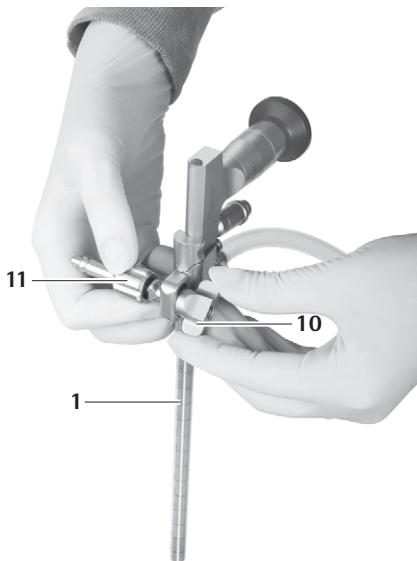

Fig. 19
- Dra åt vingmuttern **10** tills fästarmsadaptern **11** sitter fast, se Fig. 19.